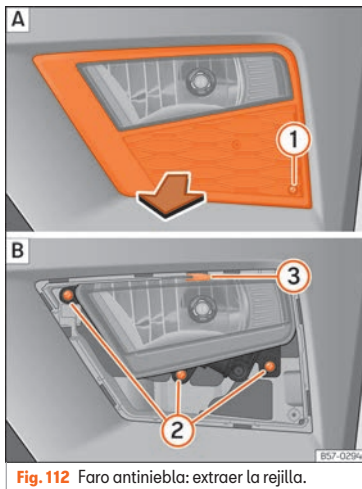
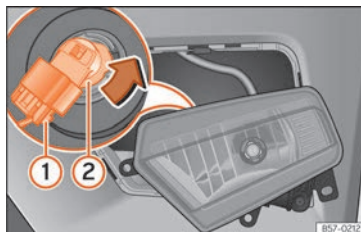

Fig. 112 Faro antiniebla: extraer la rejilla.
Fig. 113 Faro antiniebla: desmontar el porta-lámparas
1. Retire el tornillo » » » **fig. 112 ①** **A** de la rejilla del faro antiniebla utilizando un destornillador y extraiga la rejilla.
2. Retire los 3 tornillos » » » **fig. 112 ②** **B**.
3. Retire la grapa metálica situada en la parte superior del faro antiniebla tirando hacia el exterior del vehículo **③** **B** y extraiga el faro antiniebla.
4. Extraiga el conector » » » **fig. 113 ①** de la lámpara.
5. Gire el portalámparas » » » **fig. 113 ②** a la izquierda y tire.